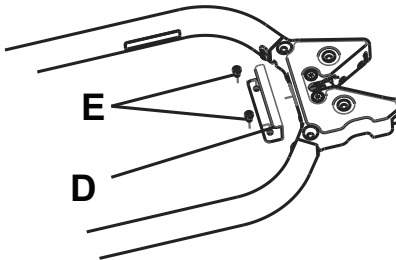

Figura 11 – Placă de prindere
1. Utilizând o cheie Allen M6, instalați placa de prindere furnizată (610000010015) (D) și două șuruburi Allen M6 (E) (neincluse) direct în spatele zăvorului de fixare a tărgii (Figura 11).